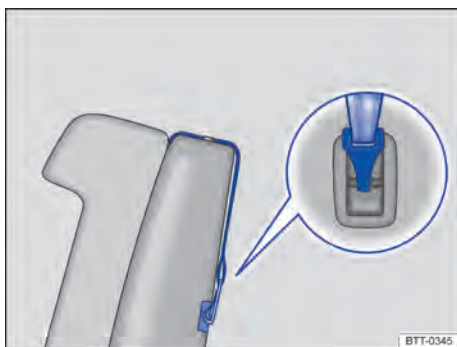

Fig. 38 Exemplo de um cinto de fixação superior preso.
- Caso seja fornecido juntamente com a cadeira de criança, colocar o cinto de fixação superior (Top Tether) da cadeira de criança entre o encosto do banco traseiro, fixando-o no terminal de engate existente na parte posterior do encosto do banco → Fig. 38.